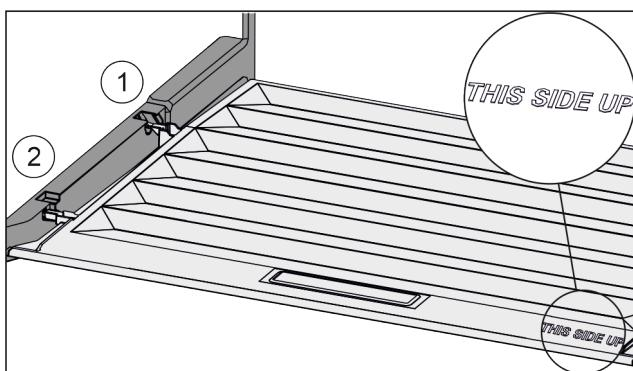

Fig. 112
- Вставити поперечні ребра через отвір заднього тримача Fig. 112 (1) і зафіксувати спереду у тримачі Fig. 112 (2).